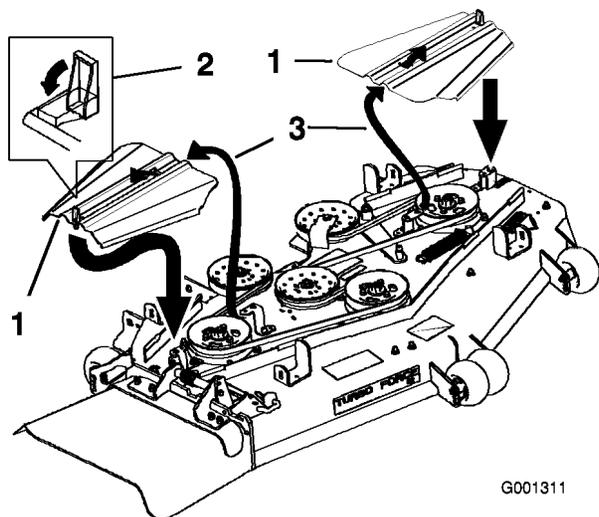
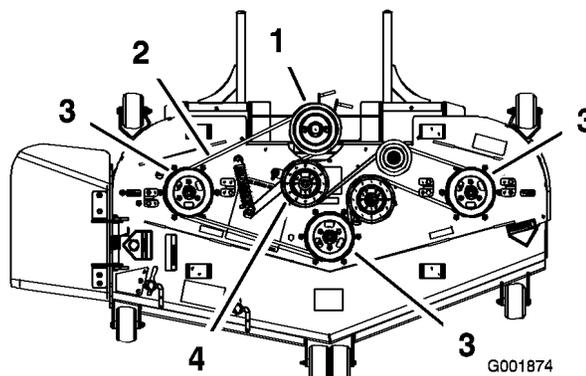
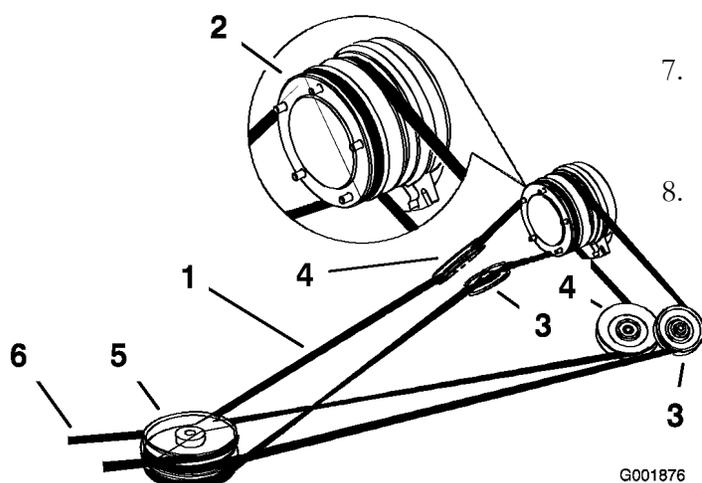

Figure 59
Figure 60
Figure 62
3. Retirez les couvercles de courroie (Figure 59).
5. Retirez la courroie des poulies du plateau de coupe et de la poulie supérieure de la poulie triple (Figure 59 et Figure 60).
6. Chaussez la courroie neuve sur les poulies du plateau de coupe et sur la poulie supérieure de la poulie triple (Figure 59 et Figure 60).
7. Tirez sur le bras pour détendre la courroie et alignez la courroie du plateau de coupe sur la poulie de tension (Figure 60).
8. Posez les couvercles de courroie et fermez les verrous (Figure 59).
4. Tirez sur la poulie de tension à ressort pour détendre la courroie (Figure 62).
5. Retirez la courroie de la poulie supérieure de la poulie triple (Figure 60 et Figure 62).
7. Chaussez une courroie neuve sur la poulie d'embrayage, les poulies de tension réglables, la poulie de tension à ressort et la poulie triple avant (Figure 62).
9. Chaussez la courroie sur les poulies du plateau de coupe et la poulie supérieure de la poulie triple (Figure 60 et Figure 62).